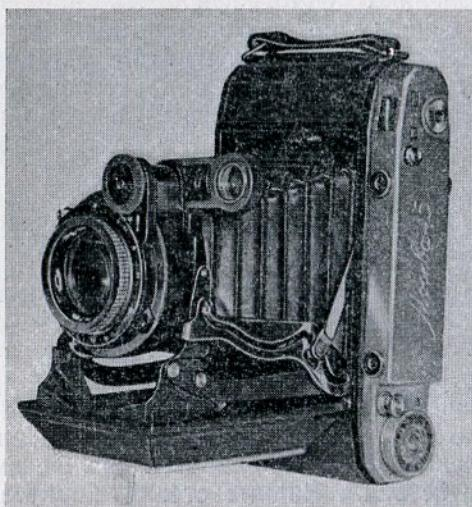

Рис. 5. Аппарат Москва-5
*Аппарат Москва-5* (рис. 5) является представителем складных пленочных аппаратов с форматом  $6 \times 9$  см. Однако благодаря дополнительному контрольному окошку в задней стенке корпуса и предварительно вставленной внутрь аппарата ограничительной рамке можно получать 12 снимков форматом  $6 \times 6$  см. Этот формат бывает экономичным в тех случаях, когда изображение фотографируемого объекта получается на пленке малого размера, т. е. когда используется лишь незначительный участок кадра, а большая часть пленки занята второстепенным изображением. Для определения границ кадра при фотографировании на формат  $6 \times 6$  см окно оптического видоискателя закрывается откидной рамкой.